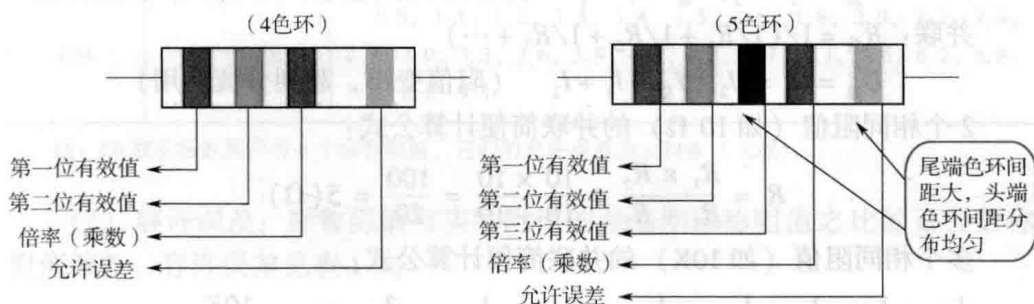

图 1-2 色环法
(4) 色环法：用不同颜色的带或点在电阻器表面标出标称阻值和允许偏差，如图 1-2 所示。